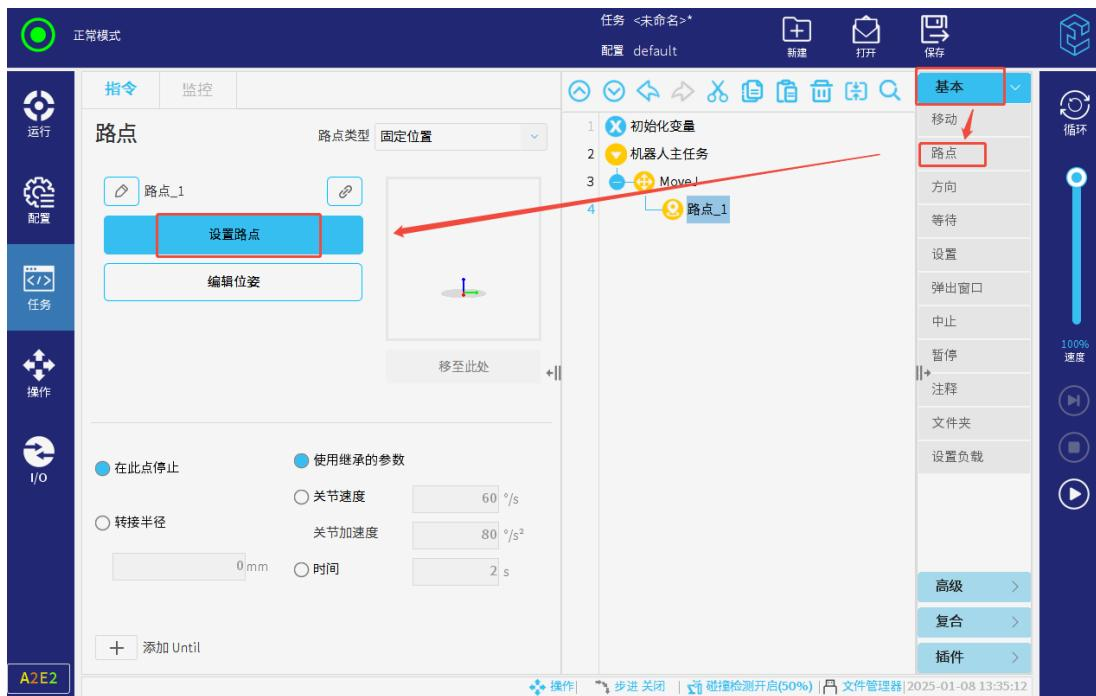

图 3-89: 路点
路点是机器人路径上的点，是机器人任务的核心要素，用于记录机器人到达的目标点位的节点，如图3-89所示。
5. 设置完成后，路点节点以蓝色显示，如图 3-89 所示。